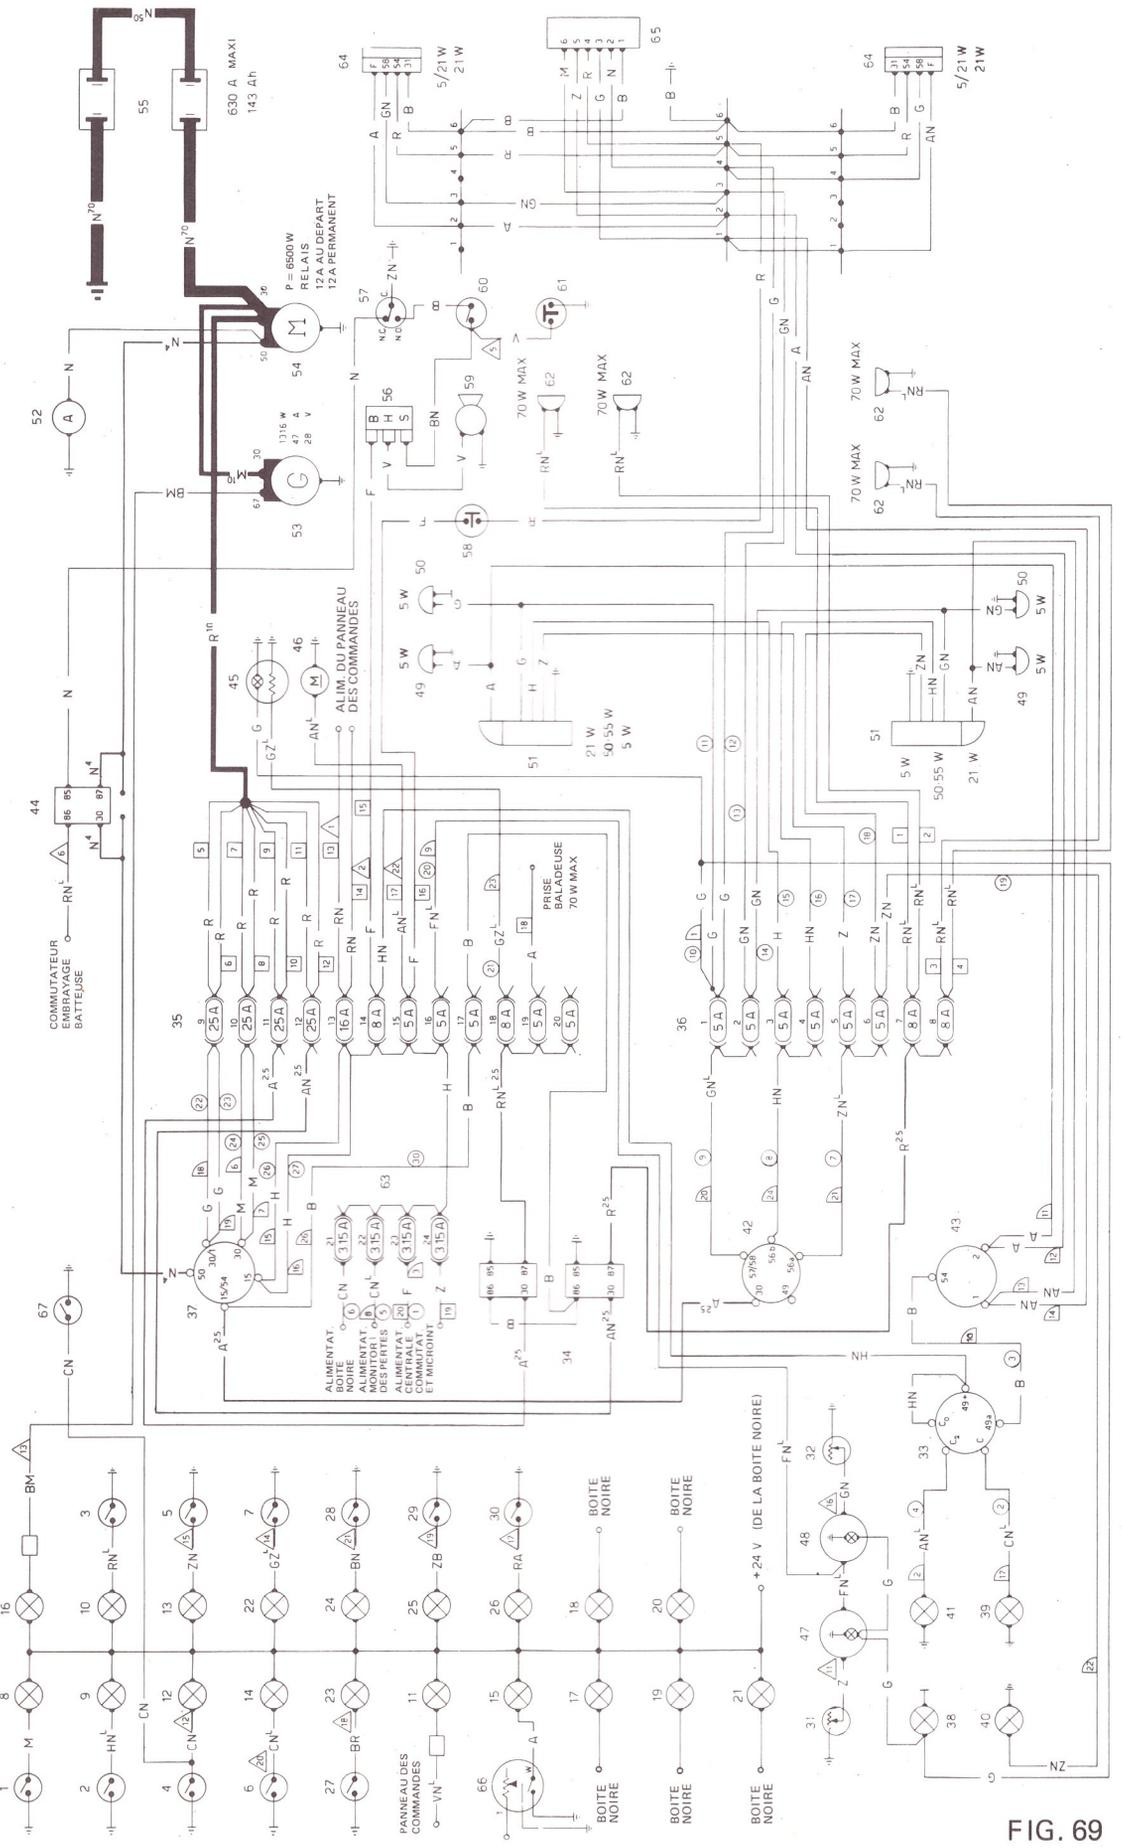

FIG. 69
- circuit général de service (fig 69)